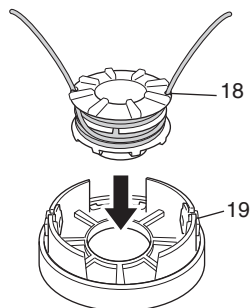

Fig. 24
(5) Insérez les deux bouts libres du fil dans le guide-cordon (19) lorsque vous placez la bobine dans le boîtier. (Fig. 24)